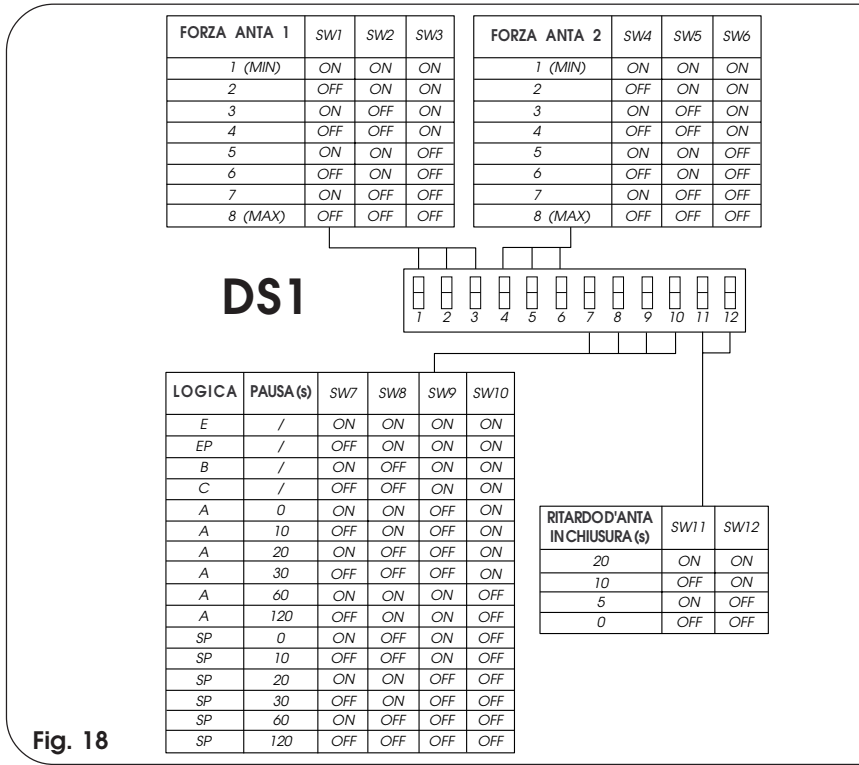
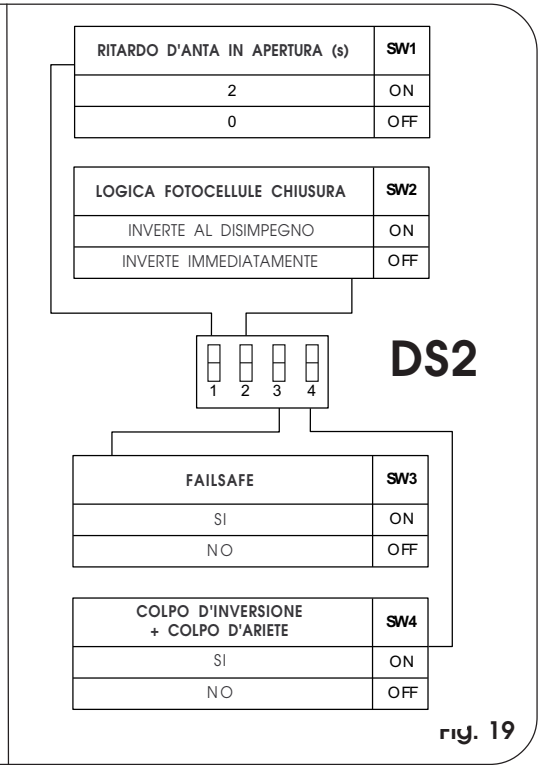

Fig. 18
Fig. 19
L'apparecchiatura è dotata di due gruppi di microinterruttori DS1 (fig. 18) e DS2 (fig.19) che permettono di programmare i parametri di funzionamento del cancello.
5.1. MICROINTERRUTTORI DS1 (fig.18)
5.2. MICROINTERRUTTORI DS2 (fig.19)